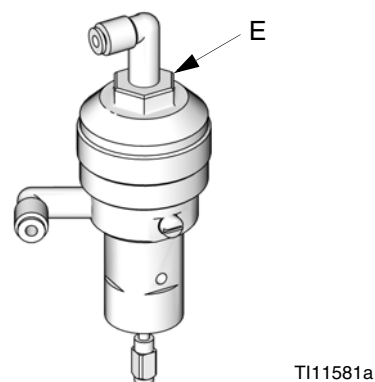

Fig. 21. Regolazione della valvola
Le valvole di dosaggio e le valvole di spurgo sono impostate in fabbrica con il dado esagonale allentato di un giro e 1/4 rispetto alla posizione di "completamente avvitato". Questa impostazione limita la portata massima del fluido nell'integratore e riduce al minimo il tempo di risposta della valvola. Per aprire le valvole di dosaggio o di spurgo (nel caso di materiali ad alta viscosità), agire sul dado esagonale (E) in senso *antiorario*. Per chiudere le valvole di dosaggio o di spurgo (nel caso di materiali a bassa viscosità), agire sul dado in senso *orario*. Vedere FIG. 21.